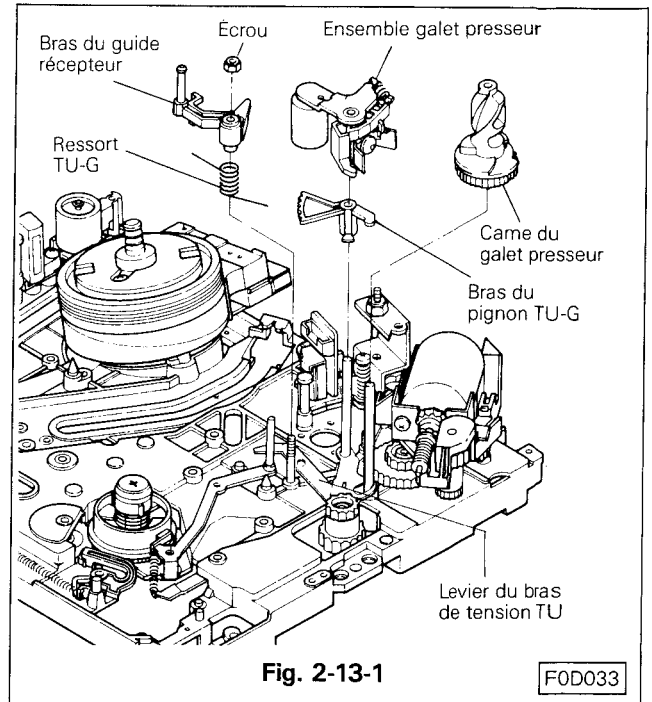

Fig. 2-13-1
2-13-1 DEMONTAGE (Voir Fig. 2-13-1)
2-13-2 REMONTAGE (Voir Fig. 2-13-1 à 2-13-3)
- Tourner le bras de tension de bande TU à fond dans le sens des aiguilles d'une montre comme montré Fig. 2-13-1.